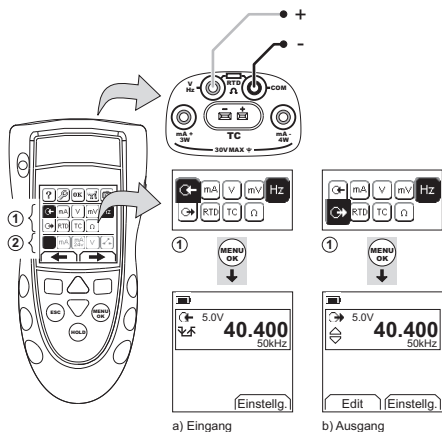

Abbildung 6: Beispielkonfiguration: Messen/Geben von Hz oder Pulsen
1. Schließen Sie das Gerät an (Abbildung 6) und ändern Sie ggf. die Option Konfig. (Tabelle 1).